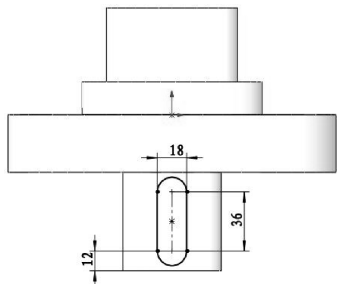

图 3-26 绘制键槽草图
- 单击【拉伸切除】按钮, 以右视基准面作为草绘平面, 绘制如图 3-26 所示的草图。